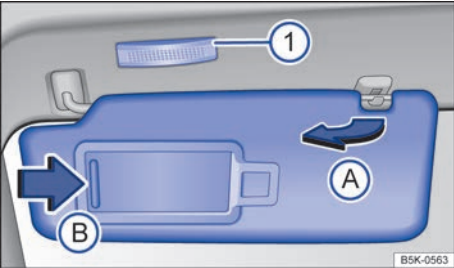

图 72 车内顶篷：遮阳板
- 从支架上拉出，转向车门，遮挡自门窗射入的阳光 ⇒ 图 72 A。